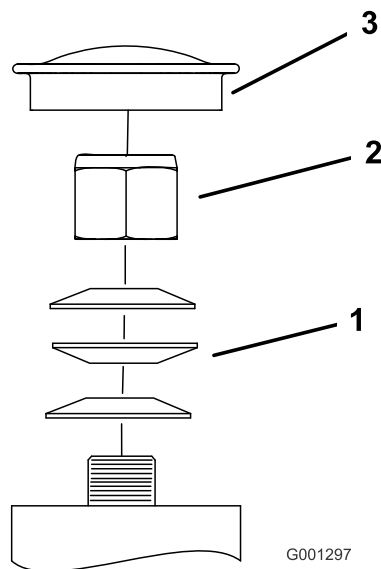

Figura 69
3. Retire o tampão antipoeira da roda e aperte a porca de bloqueio (**Figura 69**).
4. Aperte a porca de freio até que as anilhas de mola estejam planas e, em seguida, recue 1/4 de volta para aplicar devidamente a pré-carga nos rolamentos (**Figura 69**).
Importante: Certifique-se de que as anilhas de mola estão corretamente montadas como se mostra na **Figura 69**.
5. Instale o tampão antipoeira (**Figura 69**).